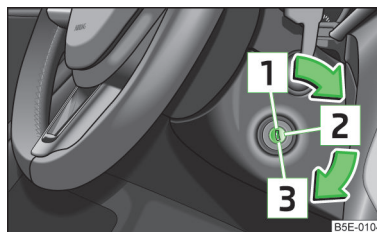

Fig. 115
- Durante la marcia con motore fermo, la chiave d'accensione deve sempre essere collocata in posizione 2 » fig. 115 a pagina 126 (accensione attivata). Questa posizione viene visualizzata dall'accensione di alcune spie di controllo nella strumentazione combinata.
- Il motorino di avviamento può essere attivato esclusivamente se il motore è spento e il veicolo è fermo. Se il motorino di avviamento viene azionato a motore in funzione 3 » fig. 115 a pagina 126, il motorino di avviamento o il motore potrebbero danneggiarsi.
Motori a benzina » fig. 115
Motori diesel » fig. 115
Quando lo **sterzo è bloccato** e non è possibile girare la chiave oppure è possibile portarla solo a fatica in posizione  » fig. 115, lo sterzo deve essere spostato verso l'alto e verso il basso, per sbloccare il bloccasterzo.
- Inserire l'accensione  » fig. 115 a pagina 126.
Spegnere il motore portando la chiave di accensione in posizione  » fig. 115 a pagina 126.